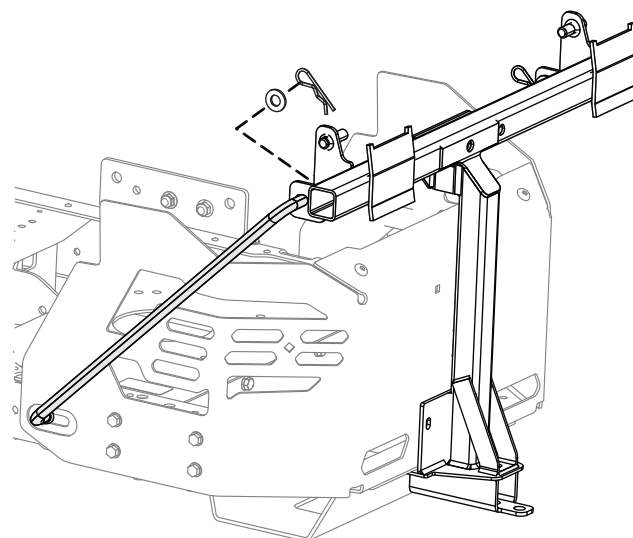

Figura 17
7. Postavite savijeni, prošireni kraj šipke u urez oblika ključaonice na levoj strani rama mašine, pa pomerite šipku unazad da ulegne u ram (Figura 17).